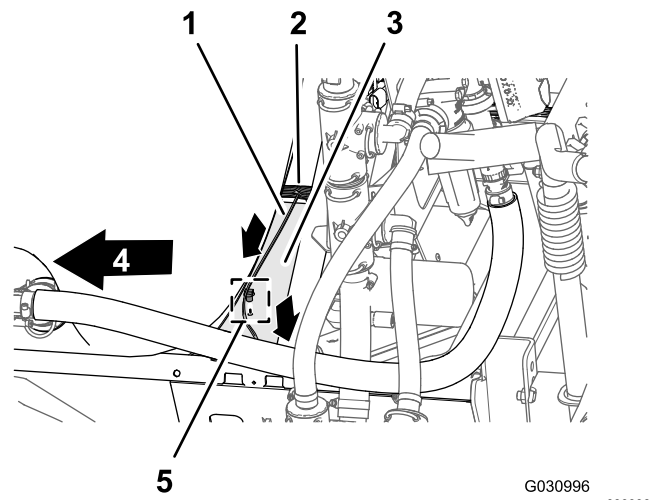

图127
1. 让打药泵螺线圈的 86cm 线束支管穿过打药车机架安装槽的顶部向下朝向打药泵螺线圈图127。
2. 将 86cm 线束支管的枞树形锚栓插入打药车机架安装槽的孔中图127。